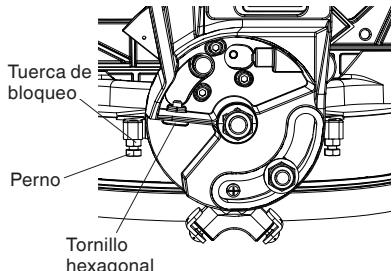

Fig. 17
- (2) Afloje la empuñadura de bloqueo del bisel e incline la carcasa de engranajes totalmente hacia la derecha.
- (3) Utilizando una herramienta combinada, verifique si la hoja está en 45° con respecto a la mesa.
- (4) Para realizar el ajuste, incline la carcasa de engranajes a 0°, afloje la tuerca de bloqueo y gire el perno hacia dentro o hacia afuera para aumentar o reducir el ángulo como se visualiza en la Fig. 17.
- (5) Incline el brazo de corte de nuevo hacia la derecha, y verifique la alineación de nuevo.
- (6) Repita los pasos hasta que la hoja esté en 45° con respecto a la mesa. Una vez obtenida la alineación, apriete la tuerca de bloqueo y la empuñadura de bisel.